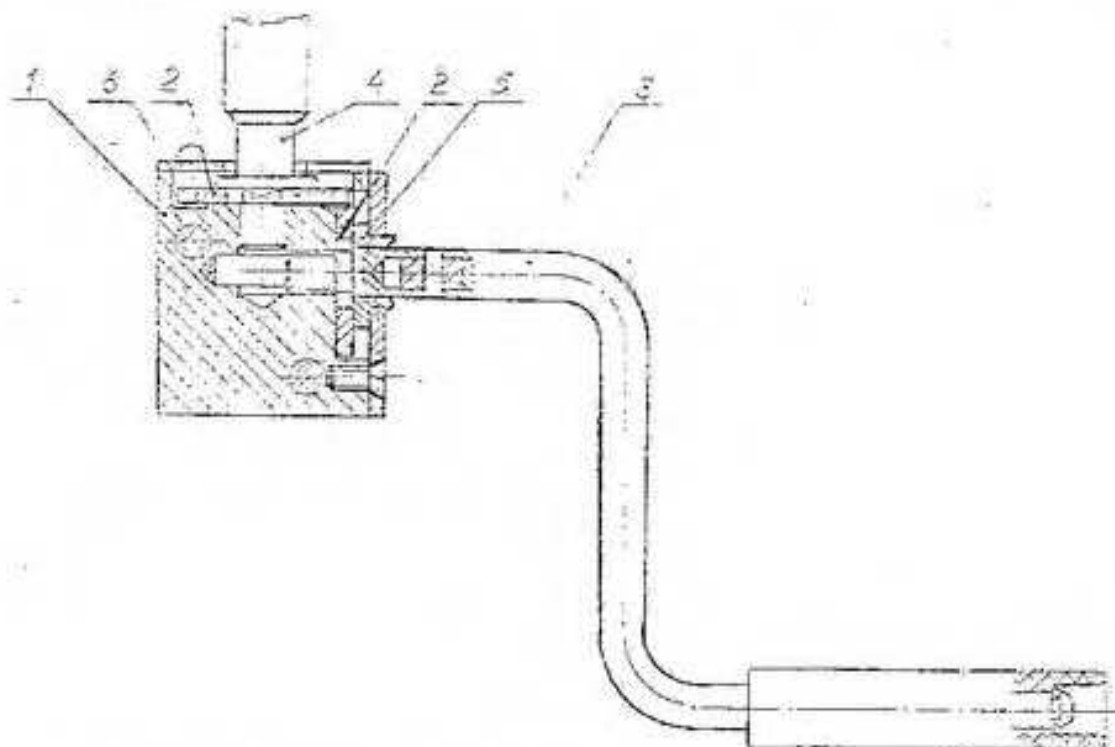

Рисунок 1.8 - Механизм перемещения сверильной головки
1.4.2.4 Механизм перемещения сверильной головки (рисунок 1.8) состоит из корпуса 1, прикрепленного к колонне, двух плоских зубчатых колес-поводков 2, кривошипной рукоятки 3, винта 4 с гайкой, установленной в корпусе сверильной головки и двух крышек 5 и 6.